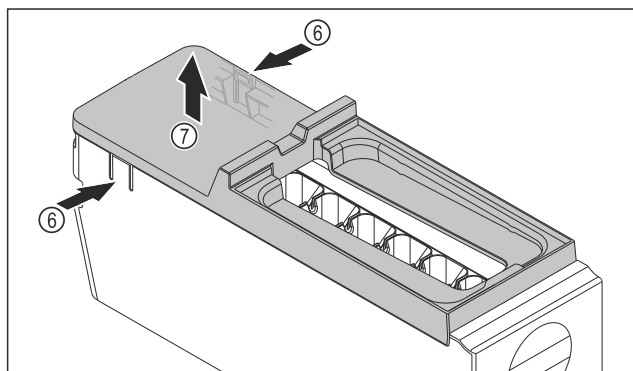

Fig. 144
- Зняти кришку з корпусу EasyTwist-Ice: натиснути однією рукою на накладки Fig. 144 (6) з обох боків корпусу EasyTwist-Ice.
- Зняти кришку Fig. 144 (7), потягнувши її вгору іншою рукою.